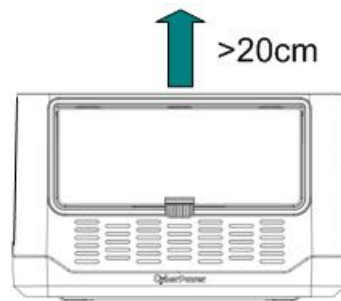

Fig.5-2 Spațiu liber pentru instalare
- 10) Rețineți distanțele minime față de obstacole ale inverterului; (consultați Fig.3.2 Dimensiuni și Fig.5.2 Spații libere obligatorii).